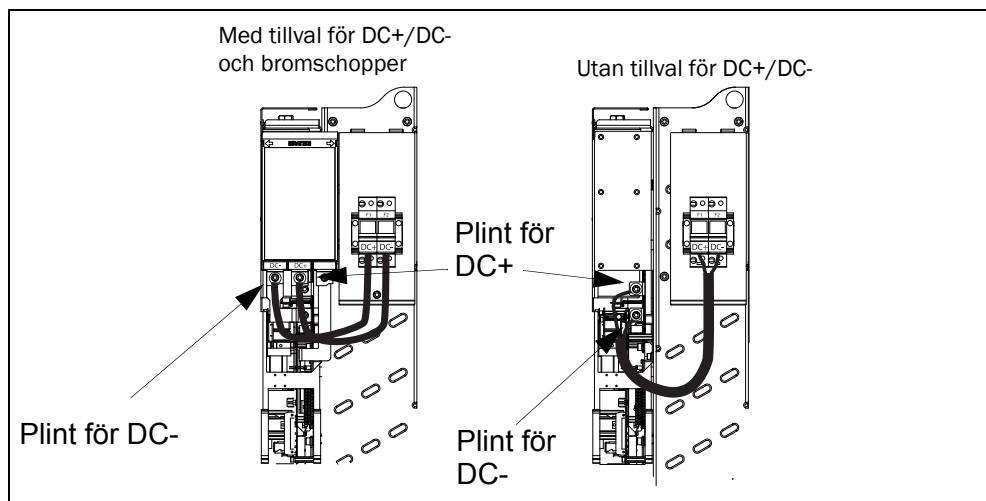

Fig. 6 Kabelanslutning för DC-säkringar på storlek G och större
- Anslut kablarna (som medföljer) mellan DC-säkringshållaren och plintarna för DC+/DC-, se Fig. 6. Använd de två M6 x 10-skruvarna (medföljer).